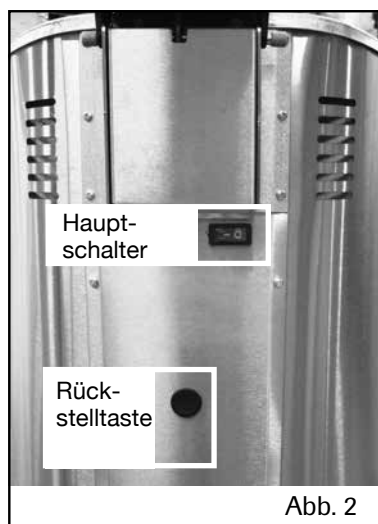

Abb. 2
- Der Hauptschalter des Saunaofens befindet sich auf der Ofenrückseite oben (Abb. 2).